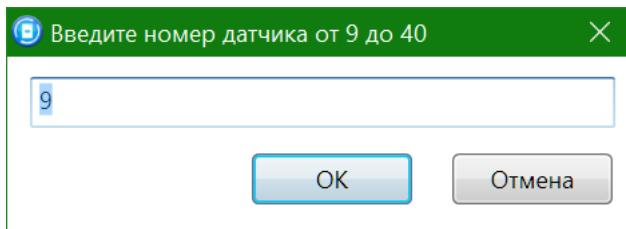

Рис. 5.33. Ввод номера радиоустройства
2. В открывшемся окне укажите номер радиоустройства из числа еще не занятых в нумерации шлейфов и радиоустройств (в указанном диапазоне) и нажмите кнопку *OK* (Рис. 5.33).